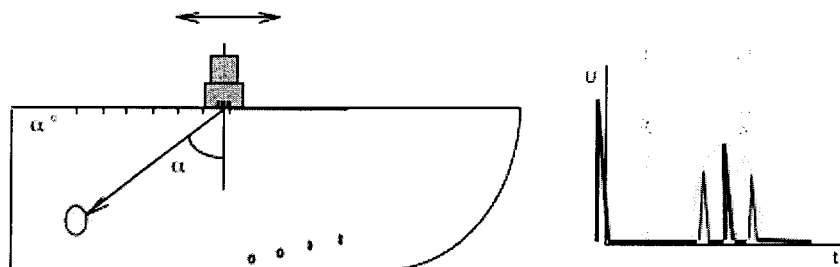

Рисунок 6. Определение угла ввода ПЭП при работе с наклонными ручными ПЭП
8.7.8 Установить ручной наклонный ПЭП на поверхность меры № 3Р из комплекта ККО-3 со стороны шкалы « $\alpha^\circ$ », предварительно нанеся контактирующую жидкость. При этом точка выхода луча ПЭП должна оказаться у отметки шкалы « $\alpha^\circ$ » меры, соответствующей номинальному значению угла ввода ПЭП (рисунок 6).